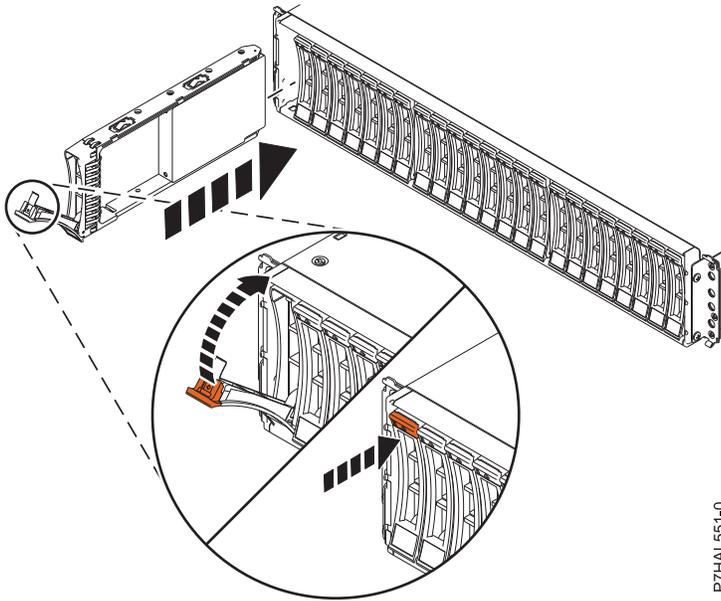

Abbildung 55. Plattenlaufwerk im 5887 Plattenlaufwerkgehäuse installieren oder austauschen
3. Der Griff muss in der entriegelten Position stehen (siehe Abb. 55 auf Seite 58), während Sie das Laufwerk unten mit Ihrer Hand abstützen und an den Führungsschienen in der Erweiterungseinheit ausrichten.
7. Verriegeln Sie das Laufwerk, indem Sie den Griff (**A**) in die gezeigte Richtung drehen. Siehe Abb. 55 auf Seite 58.